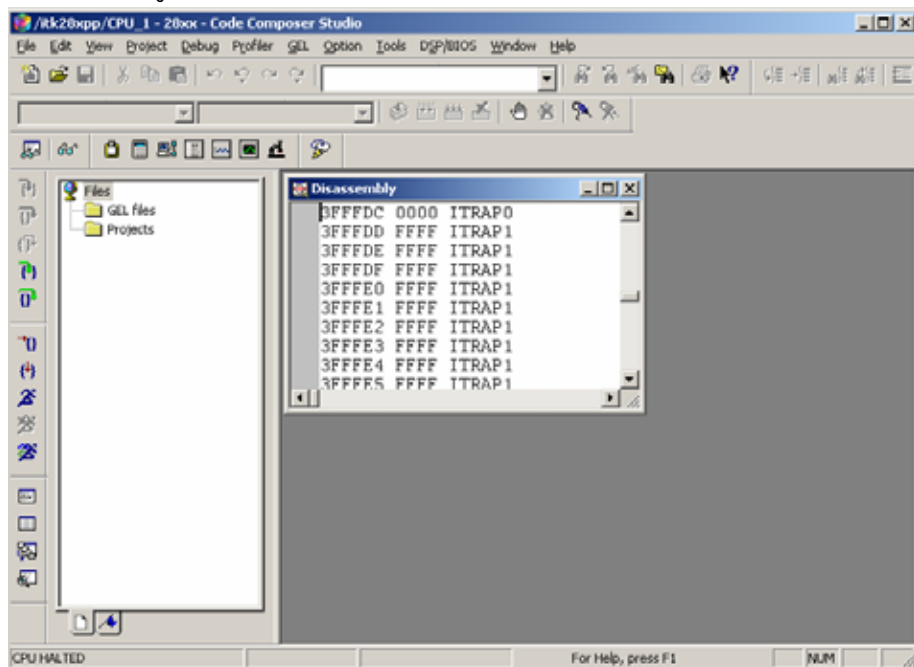

图 6.12 FLASH 烧写插件使用示意图 6
- A. 请连接并口或 USB1.1/2.0 开发系统进入开发软件工作环境，如图 6.12。